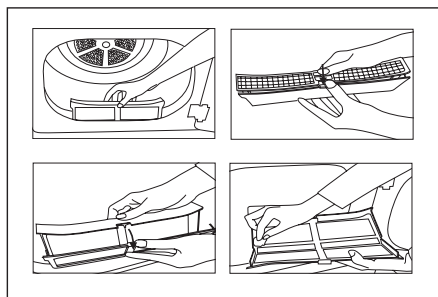

图 1
- 2.a 如果产品的封盖过滤器可以如图 1 所示打开，向上拉过滤器，将其取出，而后打开过滤器。